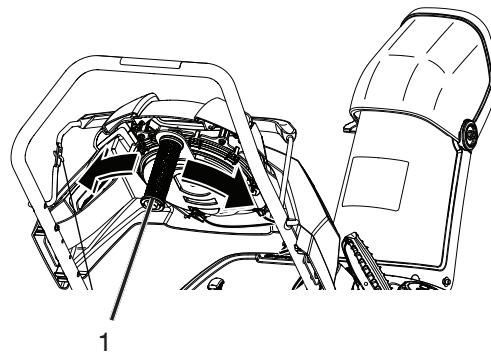

Figure 18
- Pour régler la goulotte de décharge, tourner le guidon de goulotte de gauche à droite à la position désirée (Figure 18).